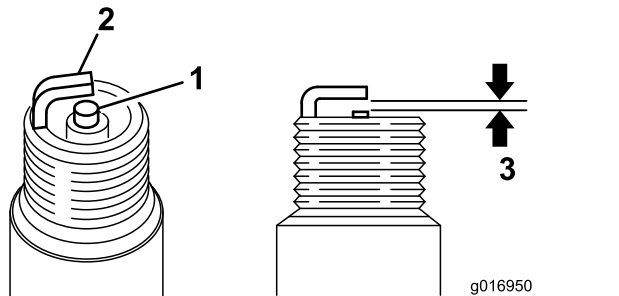

Bild 39
3. Stellen Sie den Abstand auf 0,6 mm bis 0,7 mm ein, wie in Bild 39 abgebildet. Setzen Sie die Zündkerze mit korrektem Abstand ein und ziehen sie bis auf 23 Nm an.